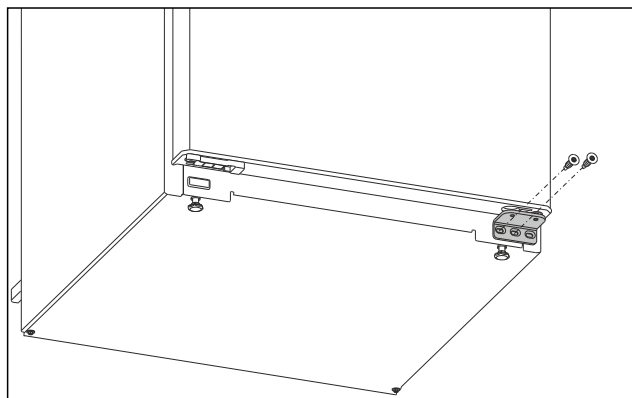

Fig. 6
- Svitare la vite centrale sulla staffa di supporto inferiore con un cacciavite Torx 20. Fig. 6 (1)
- Svitare la vite interna sulla staffa di supporto inferiore con un cacciavite Torx 20. Fig. 6 (2)